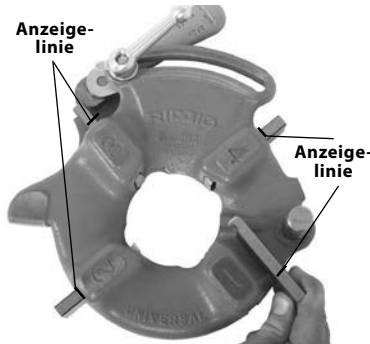

Abbildung 6 – Einsetzen der Schneidbacken
4. Heben Sie die Zunge der Futterscheibe aus dem Schlitz in der Größenanzeige. Bewegen Sie die Futterscheibe zum Ende des Schlitzes (Abbildung 6).
- Schieben Sie die entsprechenden Schneidbacken mit der nummerierten Kante nach oben in den Schneidkopf, bis die Anzeigelinie bündig mit der Kante des Schneidkopfes abschließt (siehe Abbildung 6). Die Zahlen auf den Schneidbacken müssen denen an den Schlitzes des Schneidkopfes entsprechen. Wechseln Sie die Backen immer im Satz. Vermischen Sie keine Backen verschiedener Sätze.